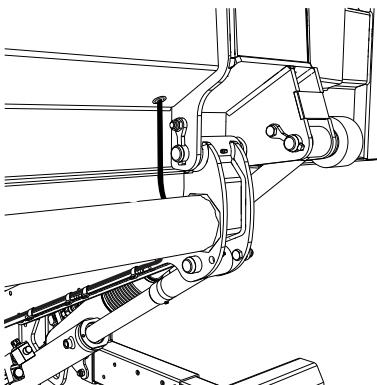
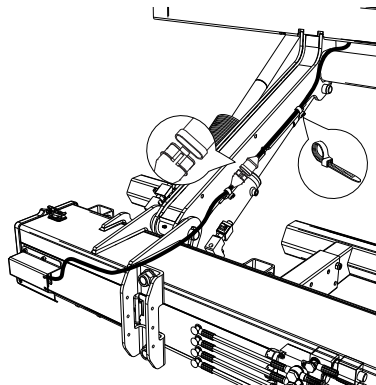
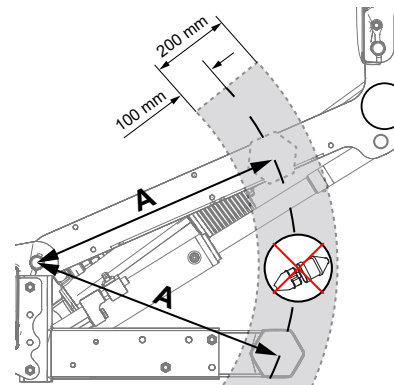

Bild 73. Montering av kablage
Bild 74. Montering av kablage
Bild 75. Placering av snabbkontakt
2. Dra kabeln och montera med buntband enligt Bild 73 och Bild 74. Snabbkontakten måste placeras på så vis att den inte kommer i konflikt med underkörningsskyddet under lyftarmens rörelse. Mät avståndet (A) från centrum av lyftarmens axel till centrum på underkörningsskyddet, se Bild 75.
3. Mät ut samma avstånd (A) på lyftarmen, se Bild 75.
4. Placera sedan snabbkontakten minst 100 mm utanför eller innanför det erhållna måttet (A), se Bild 75. Anslutning sker senare i avsnitt 6.